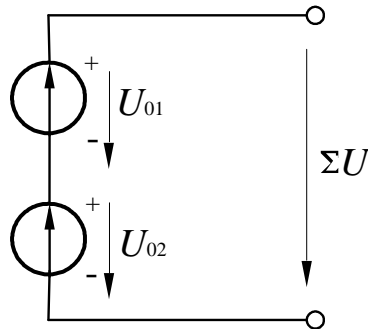

Рисунок 7 – Электрическая схема для исследования последовательного включения источников ЭДС
2.1. Соберите цепь с последовательным соединением источников напряжения согласно схеме (рис. 7), используя в качестве одного из источников нерегулируемый источник 15 В, в качестве другого – регулируемый, установив на нем напряжение 5...10 В.